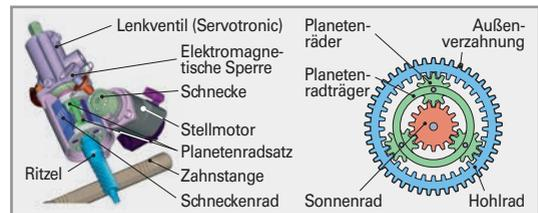

Bild 2: Differenzwinkleinheit
**Differenzwinkleinheit (Bild 2).** Sie besteht aus dem Lenkventil, dem Stellmotor mit Schneckenrad und der Zahnstangenlenkung. Zwischen Lenkventil und Zahnstangenlenkung ist ein Planetenradgetriebe verbaut.
**Planetenradgetriebe (Bild 2, rechts).** Dieses besteht aus einem Hohlrad mit einer zusätzlichen Außenverzahnung, zwei Planetenradträgern und jeweils drei Stufenplanetenrädern. Die Stufenplaneten dienen als mechanische Verbindung zwischen dem oberen und dem unteren Sonnenrad. Das obere Sonnenrad ist mit der Welle des Drehschieberventils verbun-